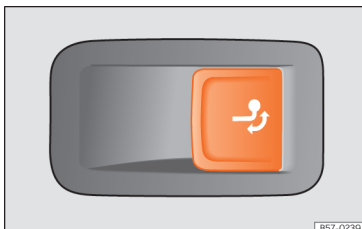

Abb. 181 Auf der rechten Seite im Gepäckraum: Taste zur Entriegelung der Anhängerkupplung.
- Ziehen Sie kurz an der Taste » » (Abb. 181). Die Anhängerkupplung wird automatisch entriegelt und dreht selbsttätig heraus. Die Kontrollleuchte der Taste blinkt.
- Ziehen Sie kurz an der Taste » » (Abb. 181). Die Anhängerkupplung wird elektrisch entriegelt.
- Drücken Sie keinesfalls die Taste » » (Abb. 181), wenn ein Anhänger oder ein Gepäckträger oder anderes Zubehör auf der Anhängerkupplung eingehängt ist.